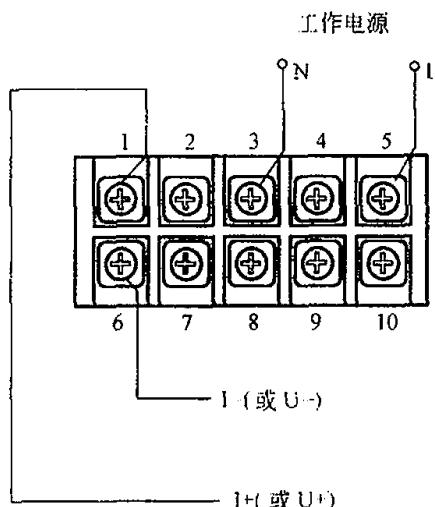

图 99 SHD1637 / SHD1647 数字变送器指示表接线图
99. SHD1637 / SHD1647 数字变送器指示表接线图 (见图 99)